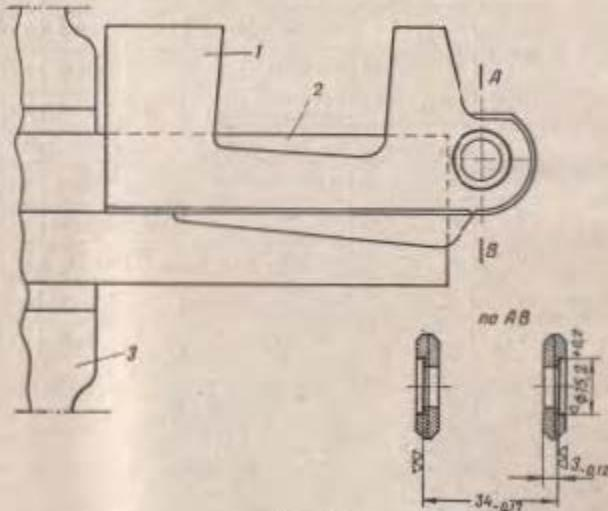

Рис. 160:
3. Вставить в вертикальный шпиндель фрезерного станка концевую фрезу диаметром 15 мм и обработать выточку диаметром $15,2^{+0,2}$ мм, выделяя размер 3- $0,12$ мм (рис. 160).
5. Обработать выточку диаметром $15,2^{+0,2}$ мм, выдержав размер 34- $0,12$ мм (см. рис. 160).